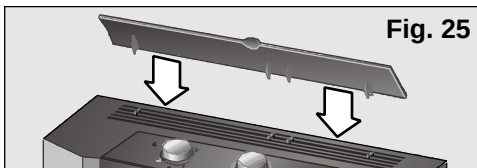

Fig. 25
- ❑ Alzare l'orientatore d'aria situato nella parte superiore dell'apparecchio. Nei modelli **PA0430M** quest'orientatore non è installato con l'apparecchio. Vedasi **fig 25 e 26** nel punto "Riscaldamento".
- Alzare l'orientatore d'aria situato nella parte superiore dell'apparecchio. Nei modelli **PA0430M** quest'orientatore non è installato con l'apparecchio. Vedasi **figure 25 e 26** nel punto "Riscaldamento".
- ☐ Alzare l'orientatore d'aria situato nella parte superiore dell'apparecchio. Nei modelli **PA0430M** quest'orientatore non è installato con l'apparecchio. Vedasi **figure 25 e 26** nel punto "Riscaldamento".